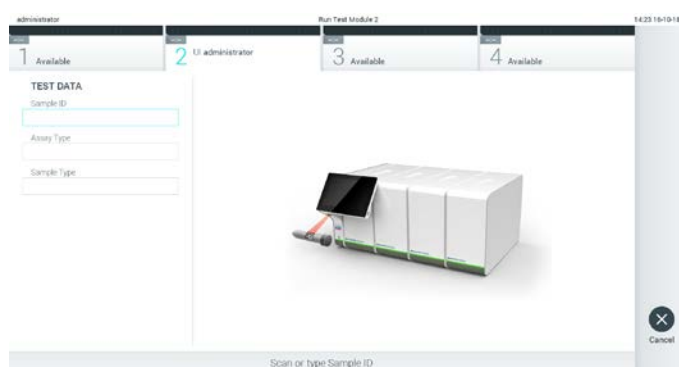

Figura 72. Digitalização do código de barras da Sample ID (ID da amostra).
2. Quando solicitado, digitalize o código de barras da Sample ID (ID da amostra), utilizando o leitor de código de barras integrado no módulo operacional (Figura 72).